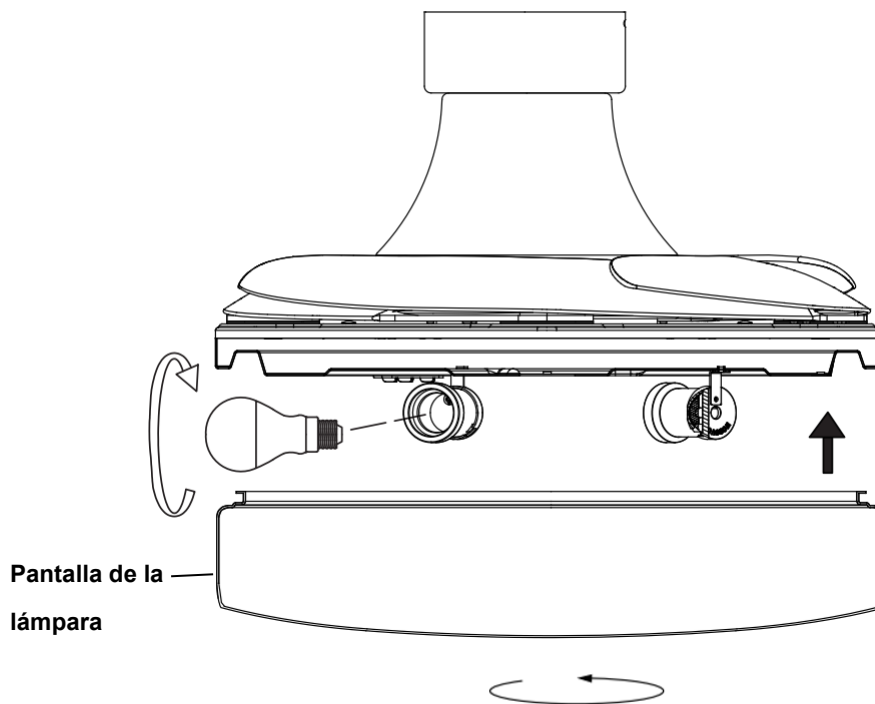

Fig. 11
8. Instale las lámparas en los portalámparas. No exceda la potencia nominal máxima (**Fig. 11**).